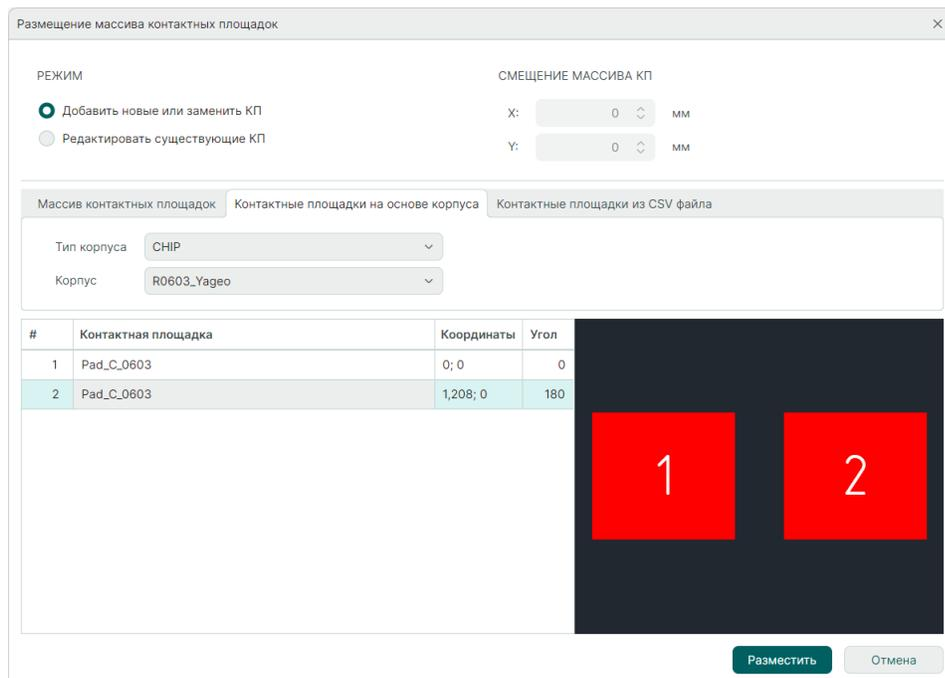

Рис. 104 Выбор корпуса
3. Выберите с помощью выпадающего списка «Корпус» один из корпусов определенного ранее типа, см. Рис. 104.